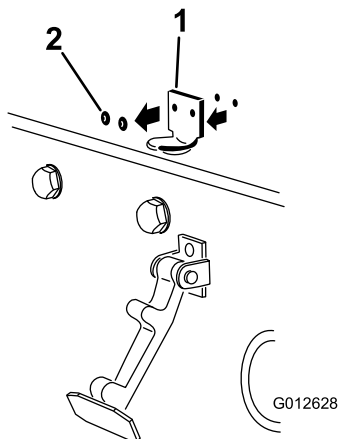

Рисунок 15
2. Извлеките две заклепки, которые крепят кронштейн фиксатора капота (Рисунок 15), и снимите кронштейн фиксатора с капота.